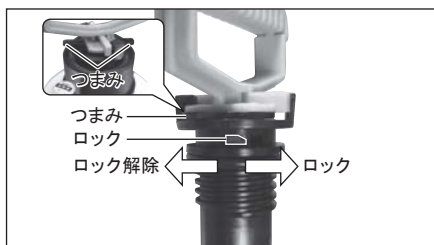

図 28
- 2)ピストンキャップのつまみを右に回してロックを外し、ピストンを引き抜きます。（図 28）